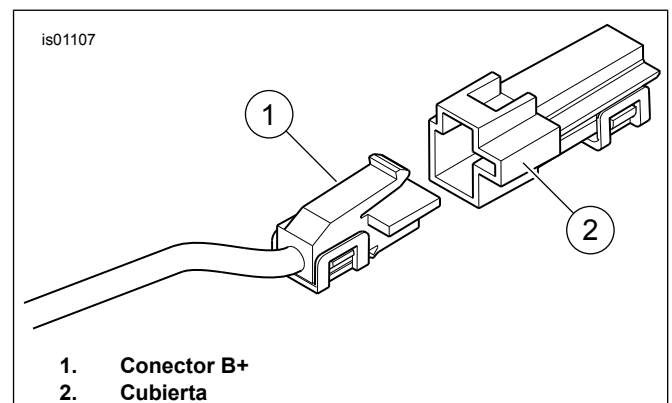

Figura 20. Conector B+
1. Vea Figura 20. Ubique el conector B+ (positivo de la batería) (1) (un cable rojo con un conector gris no usado) en el arnés eléctrico principal, quite la cubierta (2) del conector.